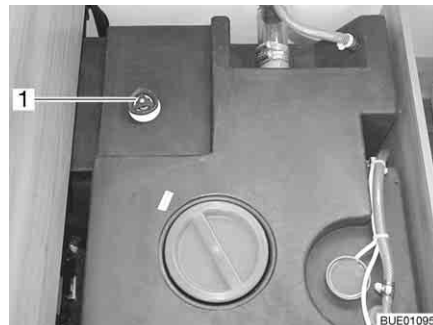

Fig. 208 Serbatoio dell'acqua con maniglia girevole
- Sul serbatoio dell'acqua, ruotare la maniglia girevole (Fig. 208,1) in senso orario fino all'arresto.
- Sul serbatoio dell'acqua, ruotare la maniglia girevole (Fig. 208,1) in senso antiorario fino all'arresto. L'acqua fuoriesce fino a 60 litri.